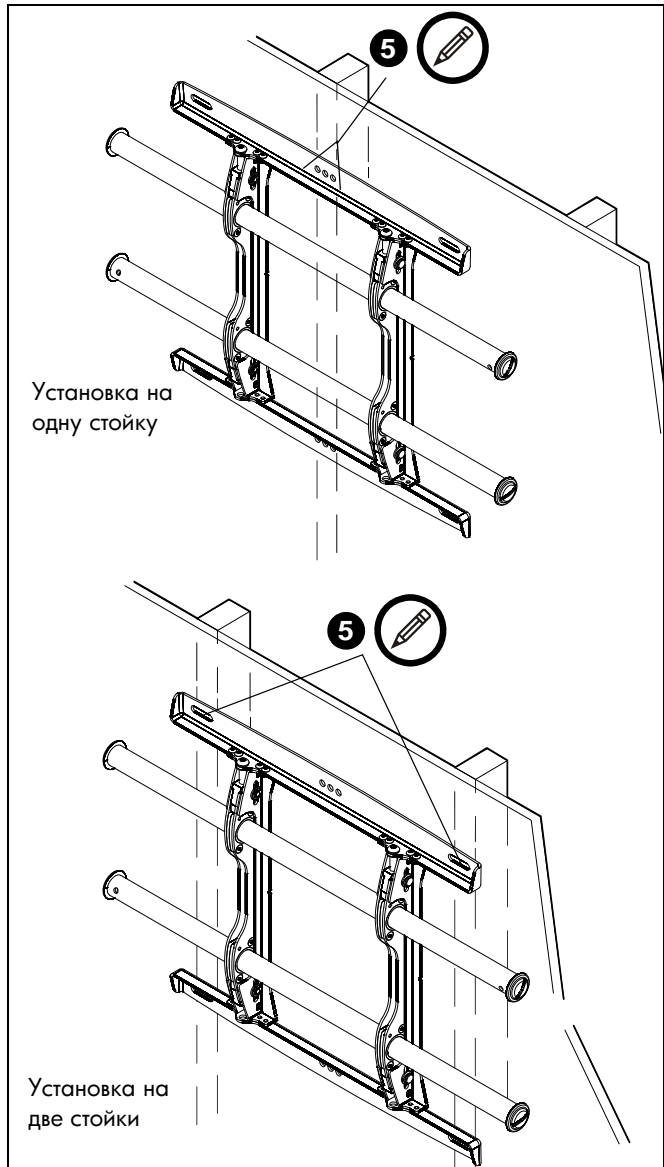

рис. 2
5. При помощи уровня сделайте на стене отметки на каждой из стоек каркаса там, где будут расположены верхние монтажные отверстия. (См. рис. 2)
**ПРИМЕЧАНИЕ.** MSM и MTM можно прикрепить через монтажные пазы на двойных стойках или центральные монтажные отверстия на одной стойке. (См. рис. 2)